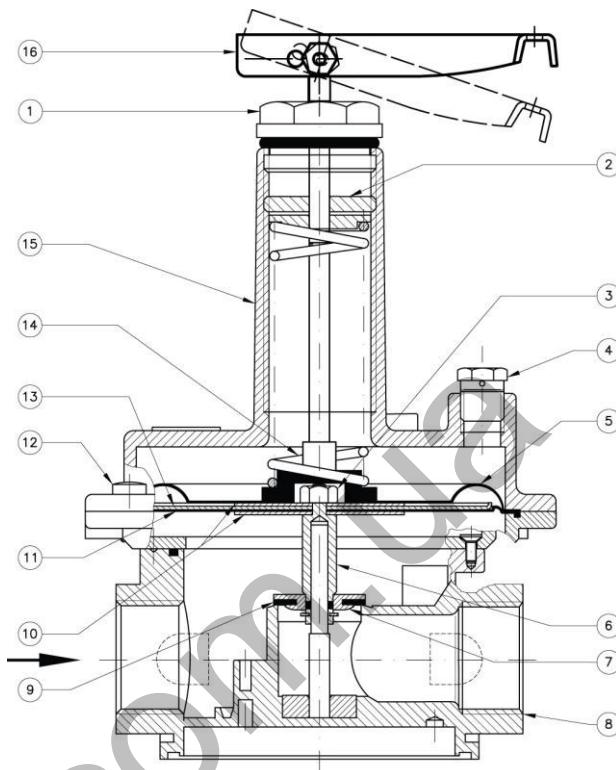

Рис. 1
Клапан (рис. 1) состоит из: алюминиевый колпачок (1); регулировочный винт (2); гайка блокировки мембранны (3); пылезащитный колпачок (4); защитная мембрана (5); центральный шток (6); затвор (7); корпус (8); прокладка (9); диски мембранны (10); рабочая мембрана (11); винты крепления (12); верхний диск мембранны (13); пружина регулирующего устройства (14); раструб (15); рукоятка механизма тестирования (16).
Выполняется следующая последовательность действий (см. рис. 1):